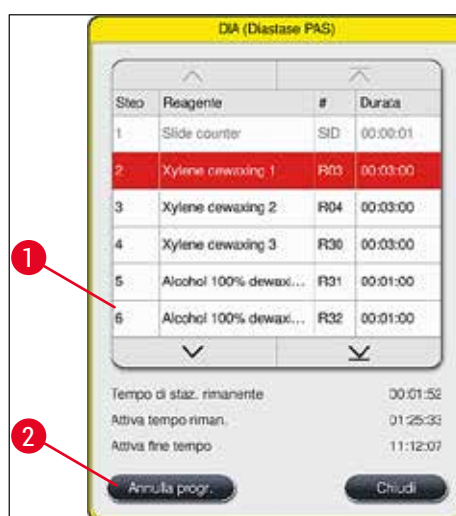

Fig. 90
2. Compare un elenco degli step programma (→ "Fig. 90"); lo step attuale è contrassegnato in rosso (→ "Fig. 90-1").